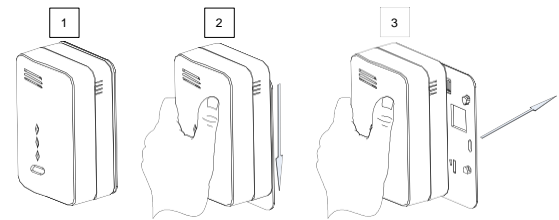

Fig. 2
1. Entfernen Sie den Montagehalter, siehe dazu Fig. 2.